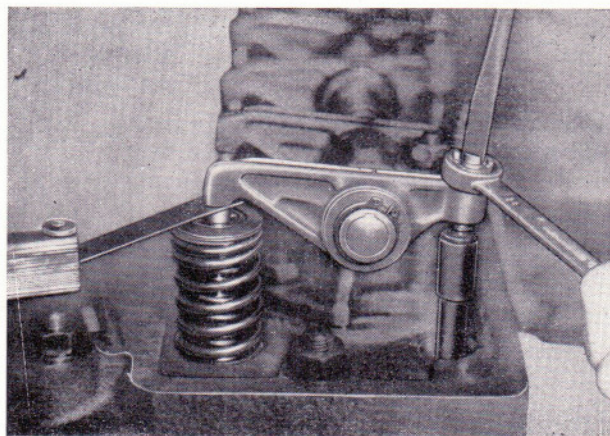

Bild 122
- (I) Auslaßventil
- (II) Einlaßventil
- Danach durch Drehen der Einstellschraube das entsprechende Ventilspiel einstellen (Bild 122).